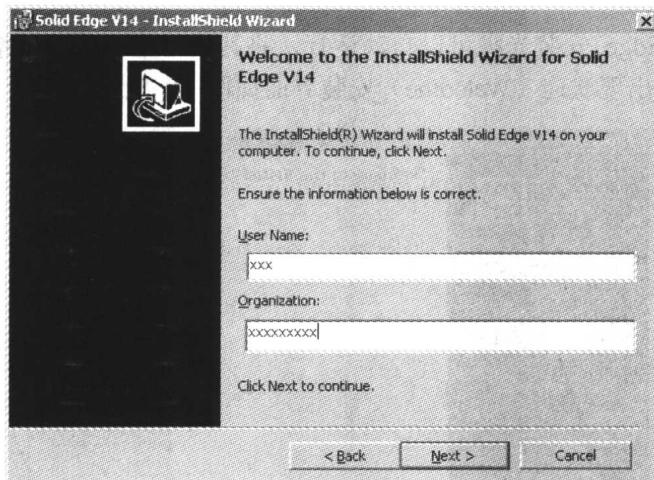

图 1-3 用户信息对话框
3) 选择下一步 (Next) 按钮, 系统出现输入用户信息 (User Information) 对话框, 如图 1-3 所示。输入用户名和单位。